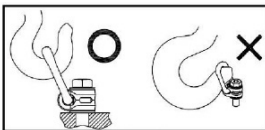

Рис. 1
- 3.6 Крюк стропа должен свободно входить в петлю (см. рис.1)